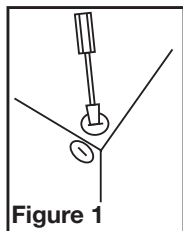

Figure 1
- Select the most convenient electrical knockout and remove using a straight-blade screw driver (Figure 1).
- Choisir un emplacement pour votre ventilateur. Pour garantir la meilleure qualité d'air et performance acoustique, il est recommandé que la longueur de la canalisation et le nombre de coudes soient réduits au minimum, que le rayon de chaque coude soit aussi grand que possible pour l'installation, et que des conduits rigides isolés soient utilisés. Ce ventilateur nécessitera au moins 20,3cm (8po) de dégagement dans le plafond ou le mur, et s'installe au travers de cloison sèche d'une épaisseur de jusqu'à 1,9cm(3/4po). Le ventilateur s'installe entre 40,6cm ou 61 cm (16po ou 24po) au centre des solives à l'aide des quatre (4) traverses de montage incluses.
- Sélectionner l'alvéole défonçable la mieux appropriée et l'enlever à l'aide d'un tournevis à lame plate (Figure 1).